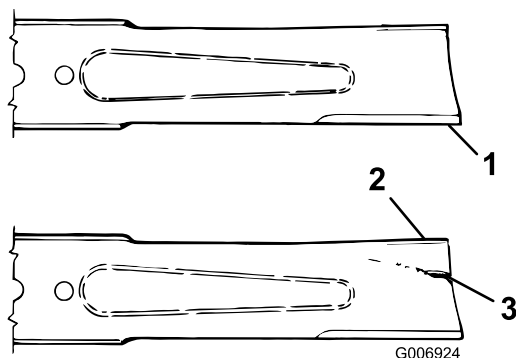

Figura 84
2. Examine cuidadosamente los extremos de corte de la cuchilla, sobre todo en el punto de reunión entre la parte plana y la parte curva de la cuchilla (Figura 84). Puesto que la arena y los materiales abrasivos pueden desgastar el metal que conecta las partes curva y plana de la cuchilla, compruebe la cuchilla antes de utilizar la máquina. Si observa señales de desgaste (Figura 84), cambie la cuchilla; consulte Cómo retirar la cuchilla.
Si se permite que la cuchilla se desgaste, se formará una hendidura entre la vela y la parte plana de la cuchilla (Figura 84). Con el tiempo, una parte de la cuchilla puede desprenderse y ser arrojada desde debajo de la carcasa, posiblemente causando lesiones graves a usted o a otra persona.